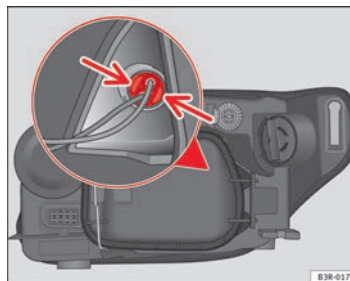

Abb. 213 Standlicht
- Leichten Druck auf die Laschen des Lampenträgers ⇒ Abb. 213 ausüben und zum Deckel hin ziehen (kann auch durch Ziehen an den Kabeln des Lampenträgers entnommen werden).